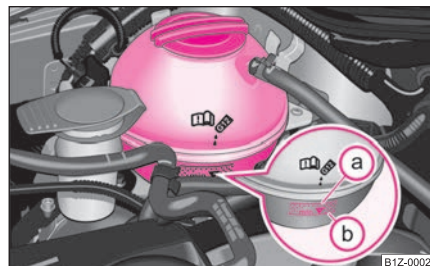

Fig. 199 Compartimento motor: Depósito de expansión de líquido refrigerante
- Compruebe el nivel de líquido refrigerante en el depósito de expansión del mismo $\Rightarrow$ **fig. 199**. Con el motor frío, el nivel de líquido refrigerante debe encontrarse entre las marcas **(b)** (MÍN.) y **(a)** (MÁX.). Con el motor caliente, el nivel puede sobrepasar también ligeramente la marca **(a)** (MÁX.).
- Coloque un trapo sobre el tapa del depósito de expansión de líquido refrigerante ⇒ **página 222, fig. 199** y desenrosque el tapón con **cuidado** girándolo hacia la izquierda ⇒ ⚠.